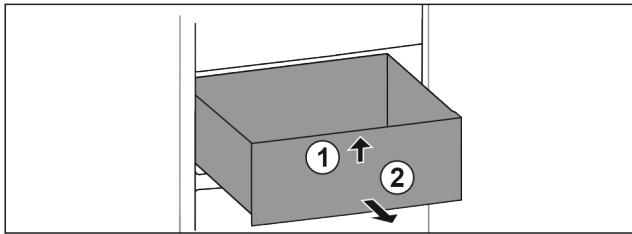

Fig. 15
- Приподнимите выдвижной ящик спереди. Fig. 15 (1)
- Извлеките выдвижной ящик движением вперед. Fig. 15 (2)